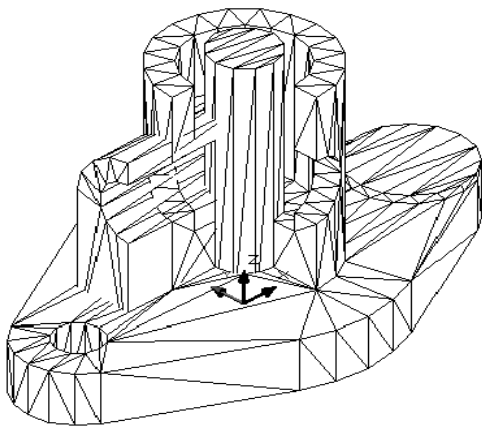

图 7-91
(33)单击【绘图】下拉菜单中的【实体】子菜单中的【拉伸】选项。将绘制好的圆拉伸“60”个高度。如图 7-91 所示：